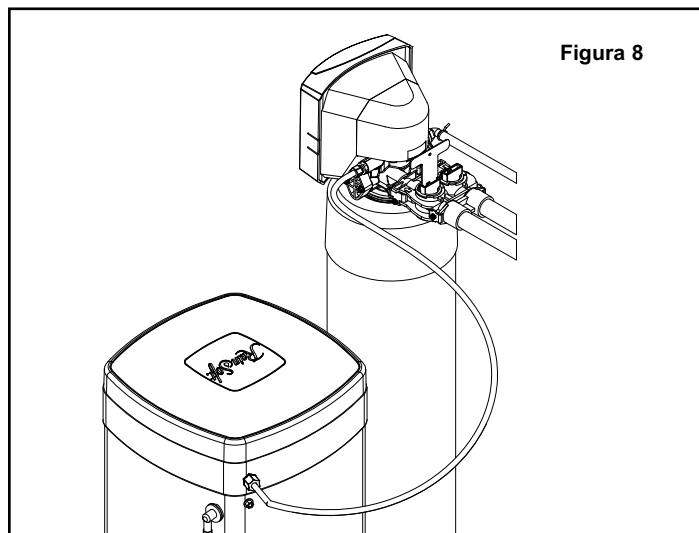

Figura 8
- Deslice la tuerca de compresión de latón por encima de la línea de salmuera, seguidos del casquillo y el soporte del tubo. Conecte la línea de salmuera con el conector de latón en el costado derecho de la válvula (consulte la Figura 8).
- Introduzca un soporte de tubo en el otro extremo de la línea de salmuera y empuje la línea de salmuera hacia el codo del flotador de seguridad para salmuera. Utilice un clip de seguridad para sujetar la conexión (consulte la Figura 8).
- Coloque una línea de desbordamiento de salmuera de 1/2 pulgada de I.D. (diámetro Interno) desde el codo de desbordamiento del costado del tanque de salmuera hasta un drenaje aprobado (consulte la Figura 8).